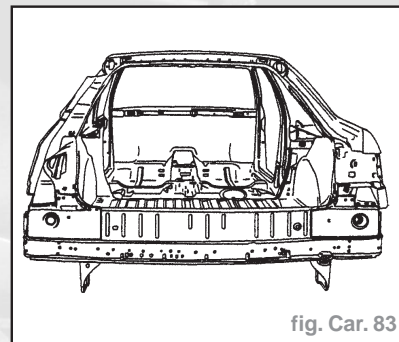

fig. Car. 83
- Poser les goussets droit et gauche (fig. Car. 83).